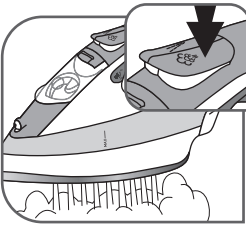
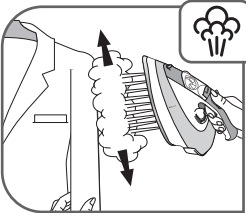

Fig. 12
Fig. 15
- Pentru funcția TURBO, poziționați comanda termostatului pe "MAX" sau "...". Apăsați din când în când pe butonul TURBO – fig.12.
- Puneți haina respectivă pe un umeras și trageți ușor de material cu o mână. Aburii fiind foarte fierbinți, nu călcați niciodată haina respectivă îmbrăcată pe o persoană, ci numai pe umeras – fig.15.
- Apăsați pe butonul Turbo de mai multe ori – fig.12 și efectuați o mișcare de sus în jos – fig.15.